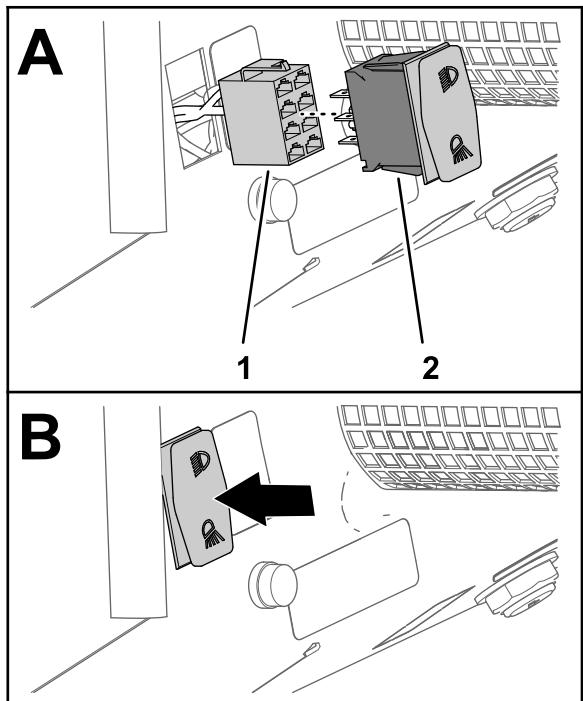

Figura 31
- Enchufe el interruptor basculante del kit en el conector hembra de 8 vías del interruptor de los faros (Figura 31).
- Introduzca el interruptor basculante en el hueco del salpicadero hasta que encaje firmemente en el salpicadero (Figura 31).